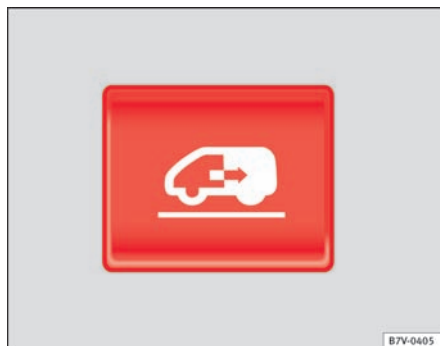

Fig. 51 I instrumentpanelet, i bilnøglen og på den indvendige beklædning foran skydedøren: knap til åbning og lukning af elektrisk skydedør
Åbning af elektrisk skydedør	Tryk på knappen ⇒ Fig. 51 i instrumentpanelet, i bilnøglen eller på den indvendige beklædning foran skydedøren. Skydedøren åbner med kraftbegrænsning, så længe du ikke trykker på knappen igen. Træk et kort øjeblik i det indvendige eller udvendige dørhåndtag. Skydedøren åbner automatisk.
Elektrisk lukning af skydedør	Tryk på knappen ⇒ Fig. 51 i instrumentpanelet, i bilnøglen eller på den indvendige beklædning foran skydedøren. Skydedøren lukker med kraftbegrænsning, så længe du ikke trykker på knappen igen. Under lukningen lyder der advarselssignaler. Træk et kort øjeblik i det indvendige eller udvendige dørhåndtag. Skydedøren lukkes med kraftbegrænsning. Under lukningen lyder der advarselssignaler.
- Tryk på knappen  ⇒ Fig. 51, og hold den inde. **Skydedøren lukkes med maksimal kraft!**